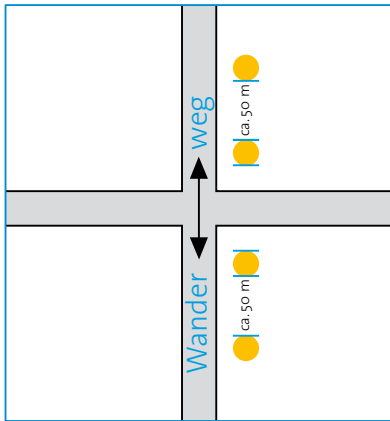

Abb. 1: Streckenverlauf geradeaus
- Kreuzungen oder Abzweigungen werden immer markiert, auch wenn die Streckenführung geradeaus geht (↗ siehe Abb. 1).
• Nach Überquerung der Kreuzung wird eine zusätzliche Markierung zur Bestätigung des Streckenverlaufs angebracht (↗ siehe Abb. 1 und 3).
• Ein weiteres Bestätigungszeichen (genannt Quittierung) wird ca. 50 m von der Kreuzung entfernt angebracht und sollte für den Wanderer von der Kreuzung aus sichtbar sein (↗ siehe Abb. 1 und 3).